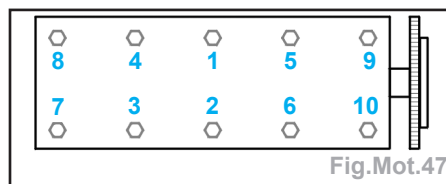

Fig.Mot.47
- Serrer les vis de culasse dans l'ordre indiqué (Fig.Mot.47).